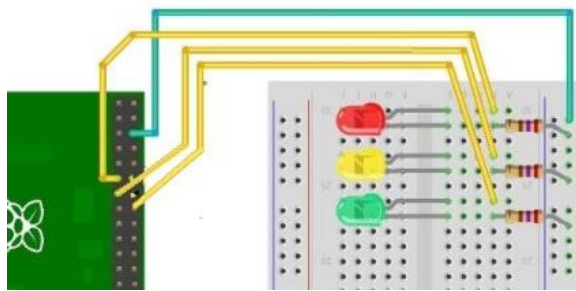

Рисунок 2.12 – Схема для симуляції роботи світлофора
5. Напишіть програму керування трьома світлодіодами за алгоритмом роботи світлофора, коли червоний і зелений світлодіоди горять 2 с, а жовтий – 1 с. Код з коментарями додайте в протокол. Схема підключення діодів показана на рис.2.12.